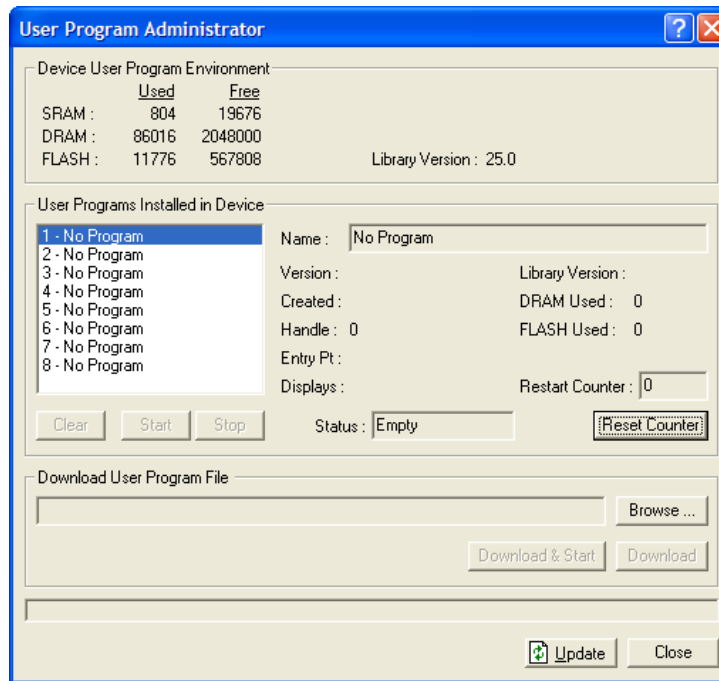

Figura 9. Pantalla User Program Administrator
3. En la barra de menús de ROCLINK, seleccione **Utilities** (Utilidades) > **User Program Administrator** (Administrador de programas de usuario). Aparecerá la pantalla User Program Administrator (Administrador de programas de usuario) (consulte la *Figura 9*):